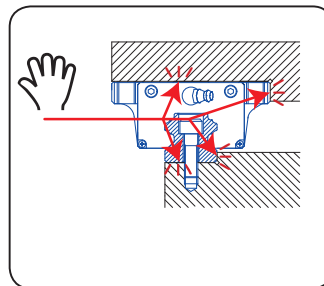

Fig. 2
- rail stevig tegen de op- en aanlegvlakken drukken, fig. 2